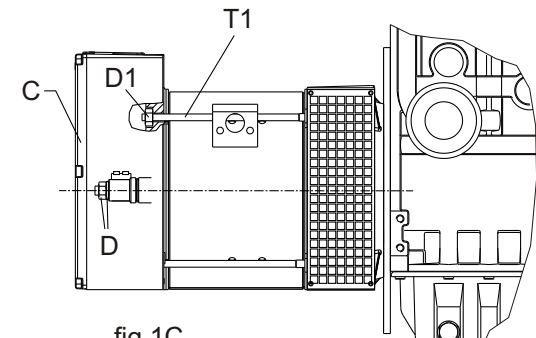

fig.1C
- 4) Riposizionare il gruppo carcassa e lo scudo posteriore (fig.1C)
- 6) Bloccare assialmente il rotore applicando la rosetta e serrando il dado autobloccante D sul tirante T con chiave dinamometrica (fig.1C)
- 4) Re-position the casing unit and the rear shield (Fig.1C)
- 6) Lock axially the rotor by placing the washer and tight the self-locking nut D on the rod T, using a torque spanner (fig.1C)
- 4) Repositionnez le groupe carcasse et la flasque postérieure (fig.1C)
- 6) Bloquer axialement le rotor, en utilisant le rondelle et vissant a fond l'écrou autobloquant D sur la tige centrale T en utilisant la clef dynamométrique (fig.1C)
- 4) Die Gehäuseeinheit und das hintere Lagerschild (fig.1C) erneut platzieren
- 6) Den Rotor in Achsenrichtung blockieren, indem die Unterlegscheiben angebracht und die selbstsperrende Mutter D auf der Zugstange T mit einem Drehmomentenschlüssel angezogen wird (fig.1C)
- 4) Volver a colocar el grupo carcasa y el escudo trasero (fig.1C)
- 6) Bloquear axialmente el rotor utilizando la arandela y apretando la tuerca autobloccante D sobre el tirante T con llave dinamoétrica (fig.1C)